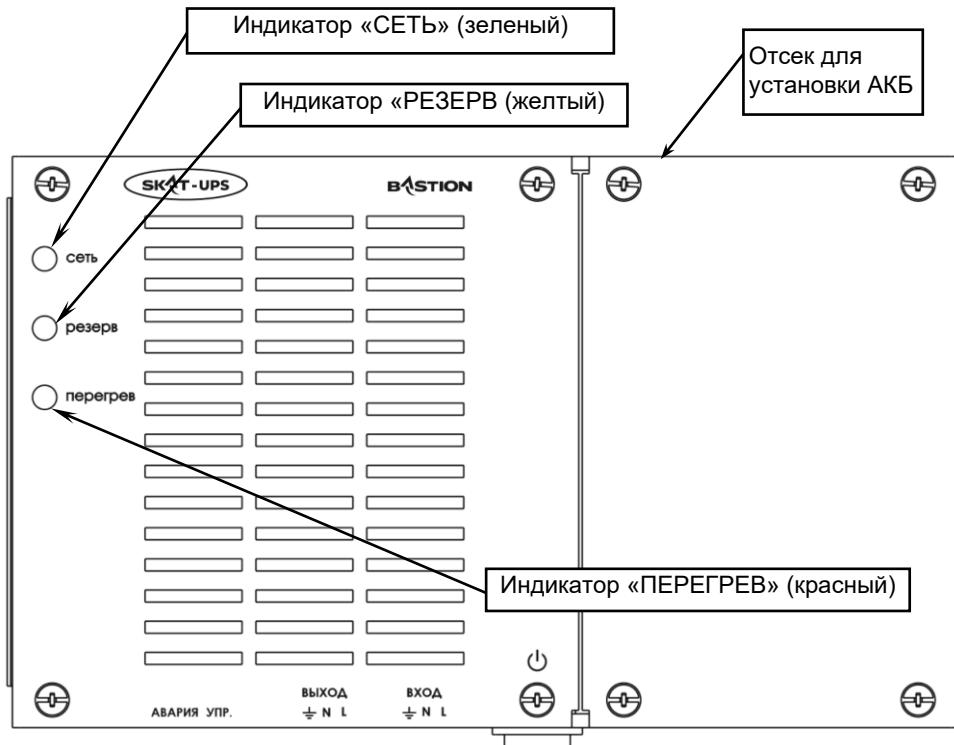

Рисунок 1 — Общий вид передней панели изделия
Изделие выполнено в металлическом корпусе и предназначено для установки на DIN-рейку в электротехническом шкафу. Внутри корпуса источника предусмотрено место для размещения аккумуляторной батареи (см. рисунок 1). Светодиодные индикаторы, расположенные под крышкой корпуса (см. рисунок 1), обеспечивают индикацию режимов работы источника и состояния АКБ:
- После самотестирования изделие перейдет в режим «ОСНОВНОЙ», включится индикатор «СЕТЬ» (см. рисунок 1)
Отключить сетевое напряжение. Изделие должно автоматически выполнить переход на резервное питание нагрузки от АКБ. Индикатор «СЕТЬ» погаснет, индикатор «РЕЗЕРВ» включится (см. рисунок 1).
Включить изделие выключателем. Изделие выполнит те же действия, что и при работе от сети, за исключением того, что питание нагрузок осуществляется от АКБ. Изделие сразу перейдет в режим «РЕЗЕРВ», индикатор «РЕЗЕРВ» включится (см. рисунок 1).